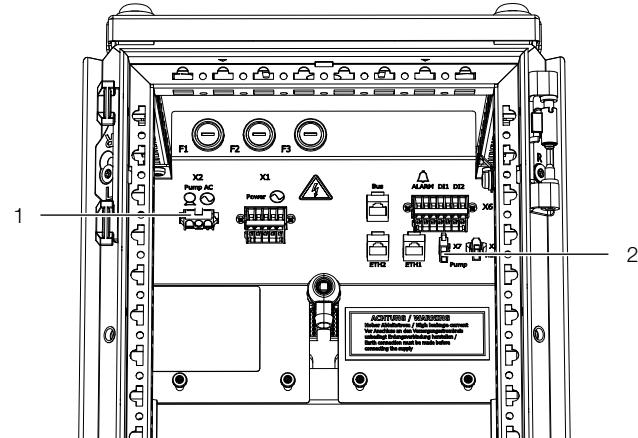

Abb. 68: Anschlusspunkte – globale Version
■ Führen Sie das DC- und das AC-Kabel der Kondensatpumpe räumlich getrennt nach oben zu den Anschlussbuchsen im LCP (Abb. 68).